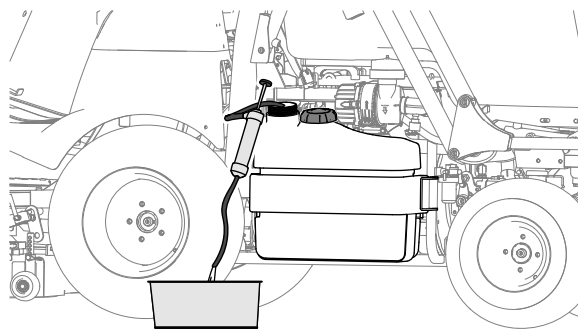

Figura 73
- Se riponete la macchina per un lungo periodo, usate una pompa a sifone per svuotare il serbatoio del carburante (Figura 73).
- Se l'impianto di alimentazione del carburante si contamina, utilizzate una pompa a sifone per svuotare il serbatoio (Figura 73), quindi pulite il serbatoio usando gasolio pulito per spurgarlo.